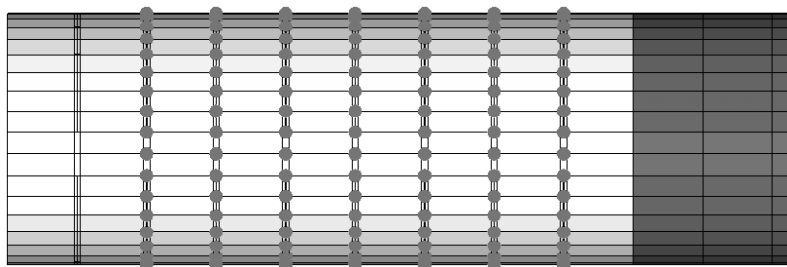

图 7-11 节点融合前的预览
(16) 单击 **translate+** 按钮。这样就把选中的单元复制了一份，并把复制的单元移动到了第二个框的位置。
(17) 选择 **elems>duplicate>original comp**，其他的设置不变。
(18) 单击 **translate+** 按钮，再次复制并移动了单元。
(19) 再重复 (17) ~ (18) 步操作 5 次。共创建完毕 8 个机身框的 CBAR 单元。
(20) 单击 **return** 按钮退出。
(21) 选择 **Tool>edges**，输入 **tolerance** 为 50。
(22) 选择所有的单元，单击 **preview equiv** 按钮，如图 7-11 所示，复制-移动生成的 CBAR 单元节点并没有与机身的四边形单元节点耦合在一起。